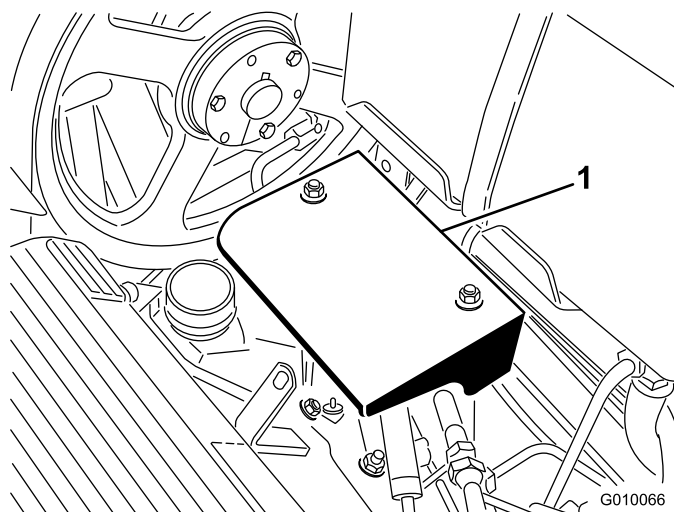

Figura 56
2. Togliete i due dadi di montaggio del carter della pompa e rimuovete il carter (Figura 56).